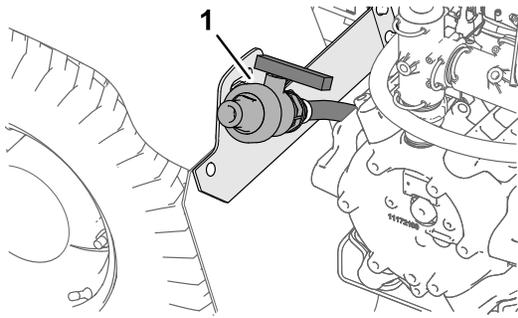

Figura 37
2. Localize a válvula de escoamento do depósito no guarda-lamas traseiro esquerdo da máquina (Figura 37).